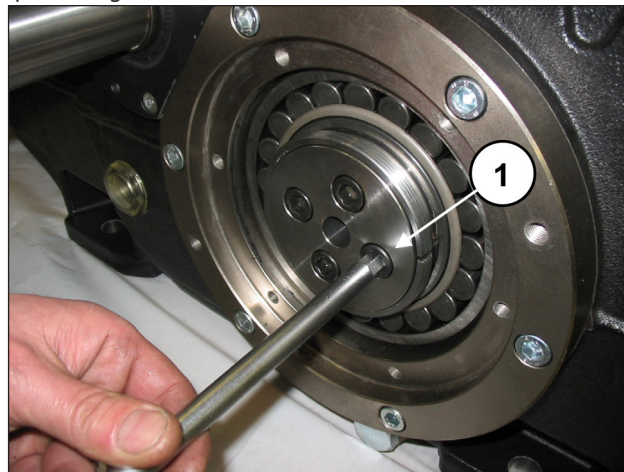

Fig. 14
Svitare ed estrarre le viti di fissaggio flangia bloccaggio bussola, da entrambi i lati (pos. ①, Fig. 14).